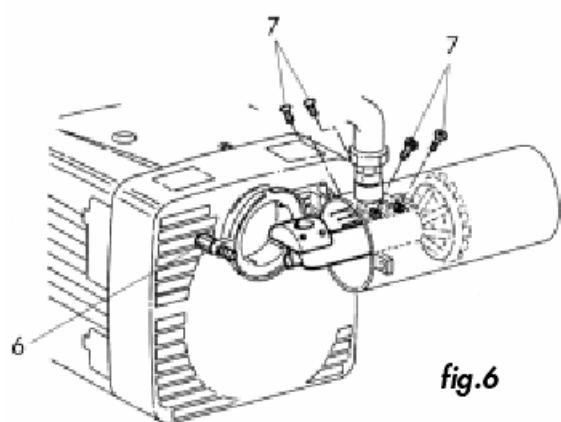

fig.6
- Чтобы обеспечить доступ к соплу и к электродам, снимите винт шарнира 6 и винты 7 (рис. 6 – EM 26/2-E).